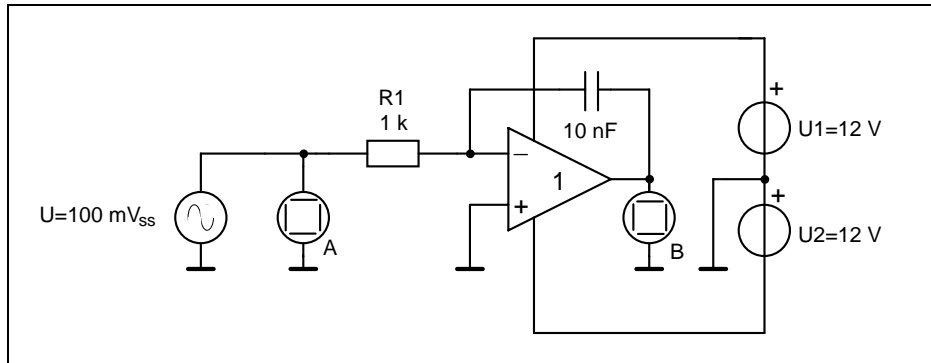
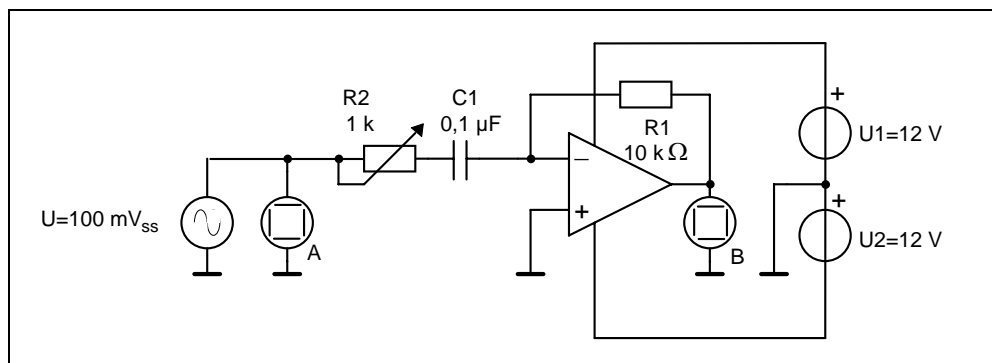

Bild 3: Meßschaltung zur Ermittlung von Amplituden- und Phasengang
Bild 4: Meßschaltung des Differenzierers
- 2.4. Stellen Sie qualitativ in einfachlogarithmischer Darstellung den Amplituden- und Phasengang des invertierenden Integrierers und invertierenden Differenzierers dar. Berechnen Sie die Durchtrittsfrequenzen für die Schaltungen nach Bild 3 und Bild 4. Kennzeichnen Sie in der qualitativen Darstellung des Amplitudenganges, wie sich die Durchtrittsfrequenz grafisch ermitteln läßt.
Bauen Sie die Schaltung nach Bild 3 auf. Kontrollieren Sie bei $f=100\text{ Hz}$ die sinusförmige Form der Ausgangsspannung und korrigieren Sie eventuell die Offsetspannung. Bestimmen Sie den Amplituden- und Phasengang des Integrierers im Bereich $100\text{ Hz} \leq f \leq 50\text{ kHz}$. Tragen Sie die Meßwerte zum Amplitudengang möglichst in das Diagramm aus dem Versuch "Amplituden- und Phasenfrequenzgang des OV" ein und beschreiben Sie den Verlauf des Phasenganges.
Bauen Sie die Schaltung nach Bild 4 zunächst mit $R_2=0\ \Omega$ auf. Bestimmen Sie den Amplituden- und Phasengang des Differenzierers. Tragen Sie die Meßwerte ebenfalls in die Diagramme aus dem Versuch "Amplituden- und Phasenfrequenzgang des OV" ein.